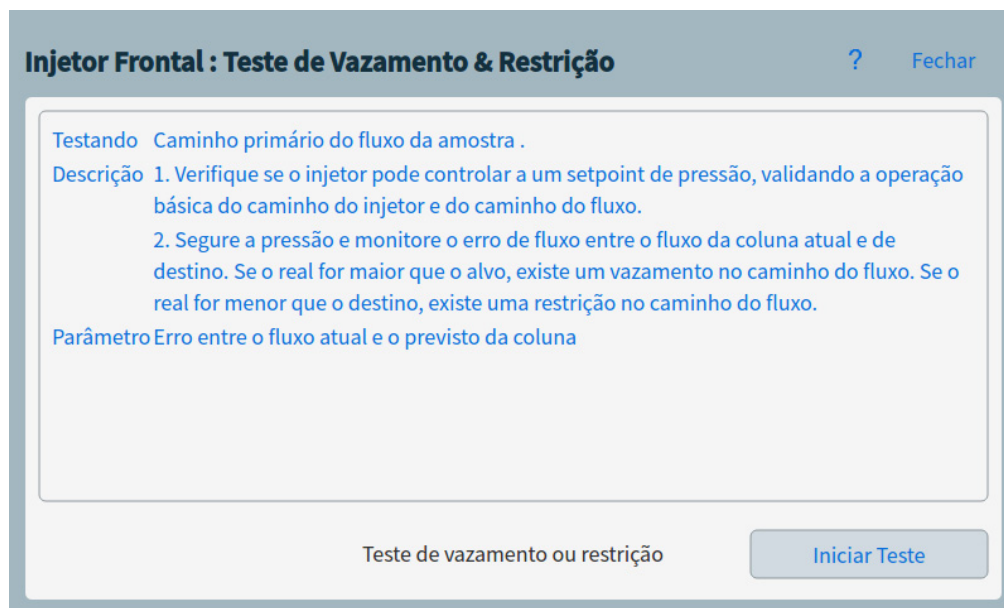

Figura 42. Página Teste de Vazamento e Restrição
- 2 Selecione o teste desejado. A página de teste correspondente aparece. A página de teste contém uma descrição do teste e uma indicação do parâmetro que está sendo testado. Consulte **Figura 42**.